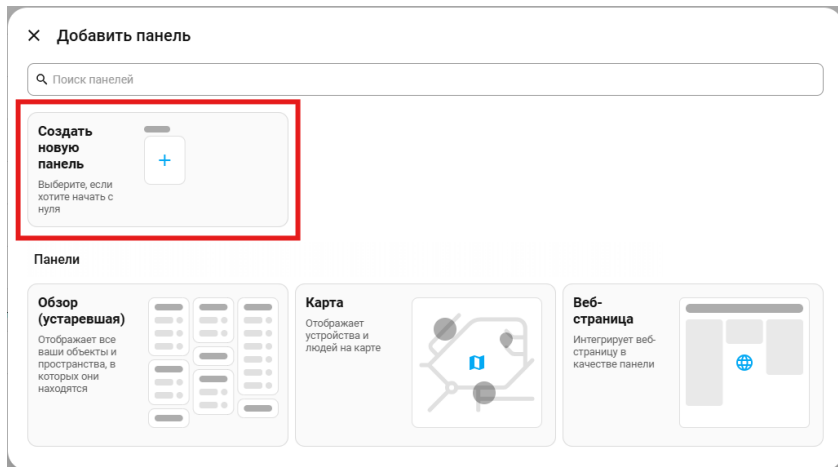

Рис. 5.1. Окно создания панели
1. В боковом меню навигации перейдите в раздел «Настройки» (Settings) (рис. 5.1).
2. На выбор представлено несколько типов панелей. Создадим новую пустую панель (рис. 5.1).